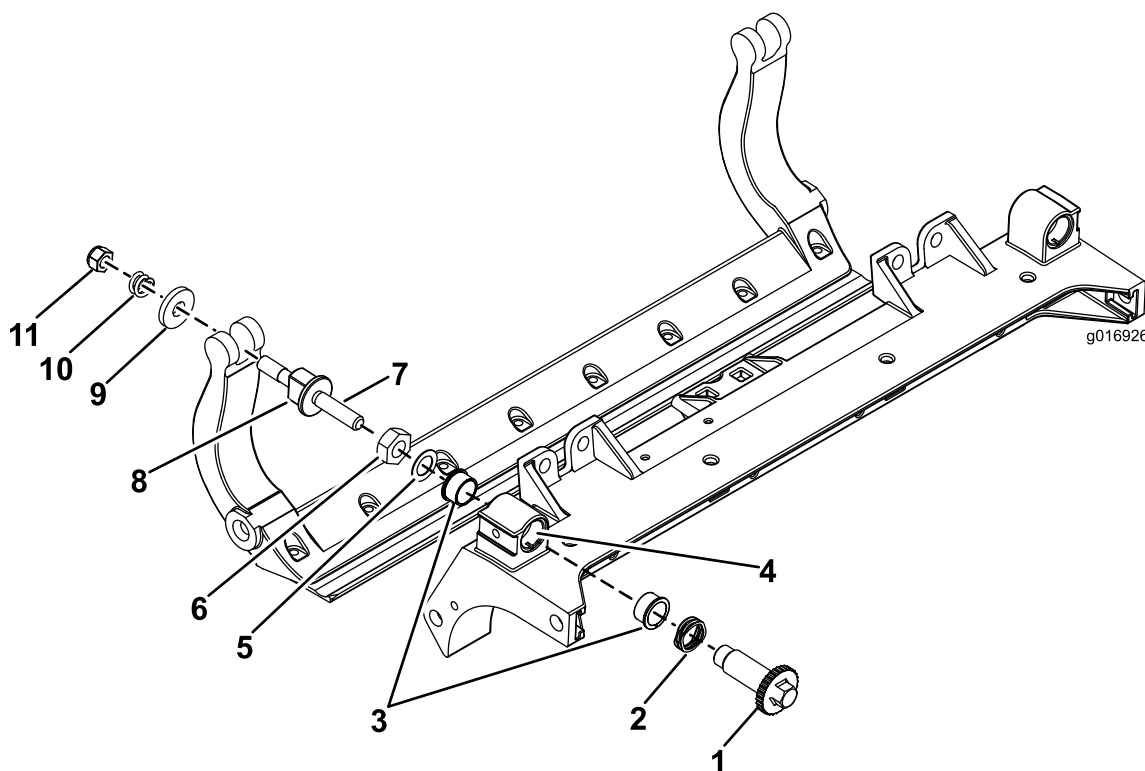

Figura 35
1. Retire todas as peças (consulte as *Instruções de instalação* do Kit DPA HD e a Figura 35).
2. Aplique composto anti-gripagem no interior da área dos casquilhos na estrutura central da unidade de corte (Figura 35).
3. Alinhe as chaves nos casquilhos das flanges com as ranhuras na estrutura e instale os casquilhos (Figura 35).
4. Instale uma anilha ondulada no veio do ajustador e deslize o veio para os casquilhos da flange na estrutura da unidade de corte (Figura 35).
5. Prenda o veio ajustador com uma anilha plana e porca de bloqueio (Figura 35).
12. Coloque uma arruela de aço no exterior de cada uma das arruelas de nylon (Figura 35).
Nota: As anilhas podem ter uma folga interna (Figura 35).
15. Aperte a porca em cada conjunto de ajustador da barra de apoio até que a mola de compressão esteja totalmente comprimida e, em seguida, desaperte a porca $\frac{1}{2}$ volta (Figura 35).